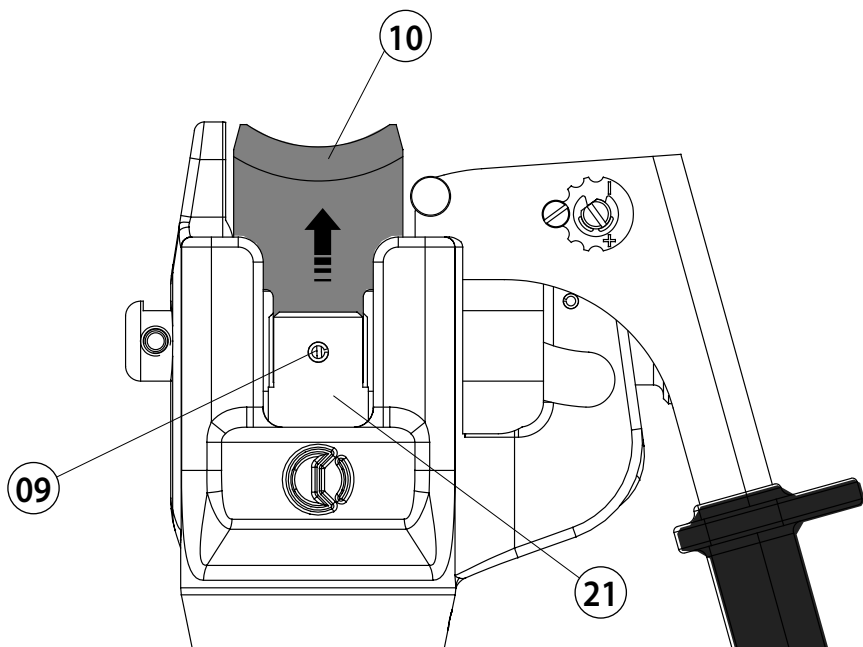

FIG. 7
3.4) Cambio della lama (Rif. a Fig. 7)